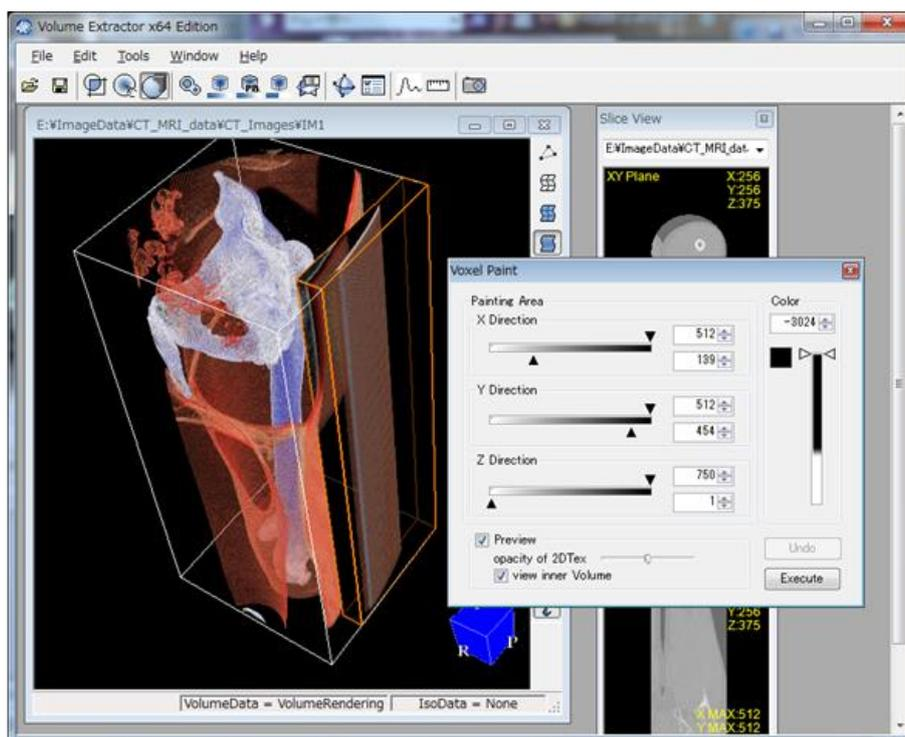

図 A-2 領域を枠で囲む
4. スライダーを操作し、不要な領域を枠で囲みます。(図 A-2)